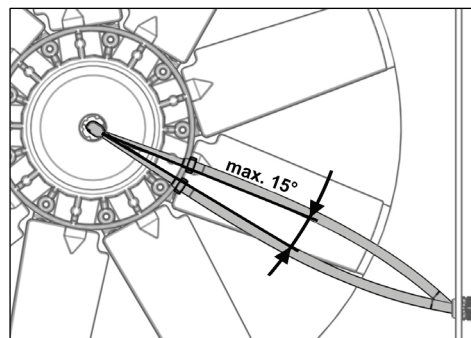

Fig. 31
- Verificar a tensão e, se necessário, voltar a tensionar a mangueira de pressão (ver Fig. 31).